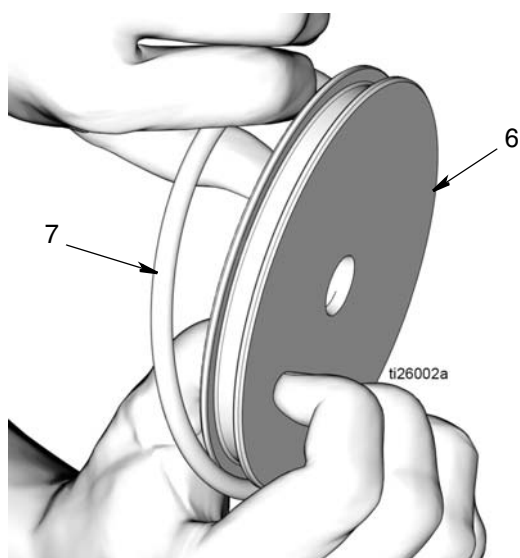

FIG. 21
- d. Retirer le joint torique (7) du piston (6) (FIG. 21).